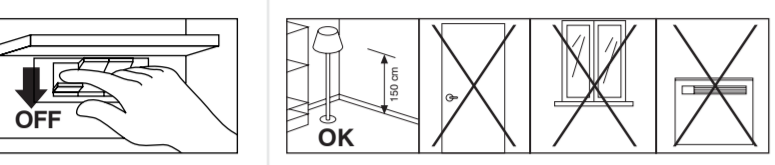

FIG. 3
• Vooraleer de chronothermostaat aan te sluiten, moet men zich ervan verzekeren dat de stroomspanning van de te besturen GEBRUIKERSLADING (ketel, pomp enz.) NIET ANGESLOTEN IS en dat die overeenkomt met de spanning die aangeduid staat aan de binnenkant op het onderste deel van het apparaat (max. 250V~) (Fig. 3).
• Antes de ligar o cronotermostato, certifique-se que a tensão de alimentação da CARGA DO UTILIZADOR a ser comandado (cadeira, bomba, etc.) NÃO ESTEJA GALVA e que a correspondência indicada na parte interna da base do aparelho (250V~ max.) (Fig. 3).